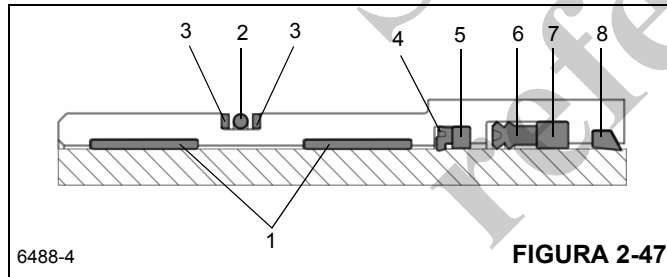

FIGURA 2-47
4. Instale el sello de la varilla en la cabeza. Verifique que los sellos se hayan armado correctamente y que estén instalados en sentido correcto (Figura 2-47).